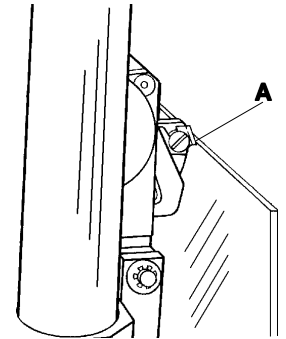

Figure 18
4. Grasp the **CUTTING HEAD** with your right hand and depress the **SHORT THUMB LEVER** with the right thumb. Raise the **CUTTING HEAD** and release the **SHORT THUMB LEVER** so the tip of the scoring blade rests on the surface of the plastic as close as possible to the upper edge. It should rest about 1/32" (1mm) from the top edge. See **(A) Figure 18**.
4. Mit der rechten Hand halten Sie den Griff des **Schneidekopfes** fest und drücken den **kurzen Hebel** mit dem rechten Daumen nieder. Heben Sie den **Schneidekopf** an und geben Sie den **kurzen Hebel** frei, wenn die Spitze der Anreißklinge, so nah wie möglich zur oberen Kante hin, auf der Oberfläche der Plasticscheibe liegt. Die Klinge sollte ca. 1 mm von der oberen Kante der Plasticscheibe angesetzt werden. Siehe **(A), Abbildung 18**.